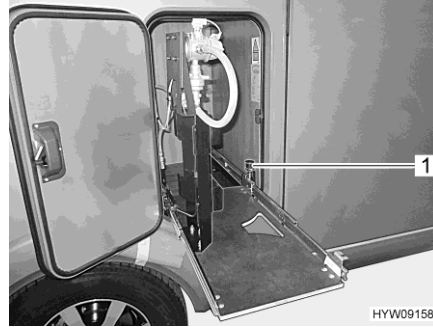

Bild 91 Gaskastenauszug in Wechselstellung
- Knauf (Bild 91,1) nach oben ziehen. Der Gaskastenauszug ist entriegelt.